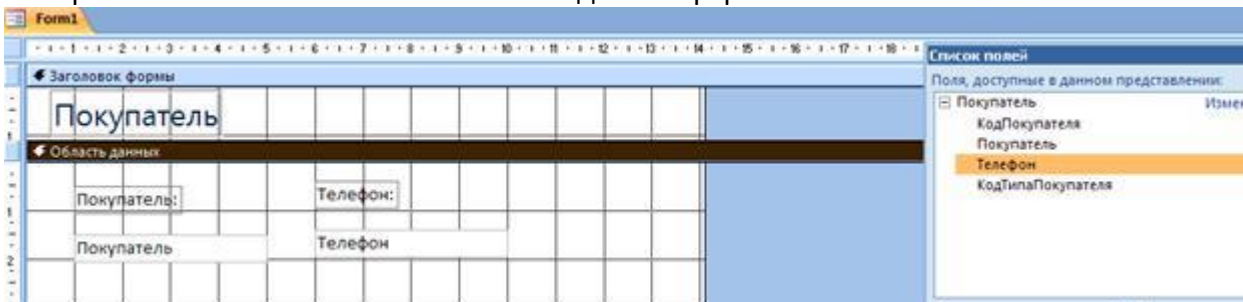

Рис.2. Создание формы ПОКУПАТЕЛЬ
2. Создадим форму в режиме КОНСТРУКТОРА для таблицы ПОКУПАТЕЛЬ (рис.2).